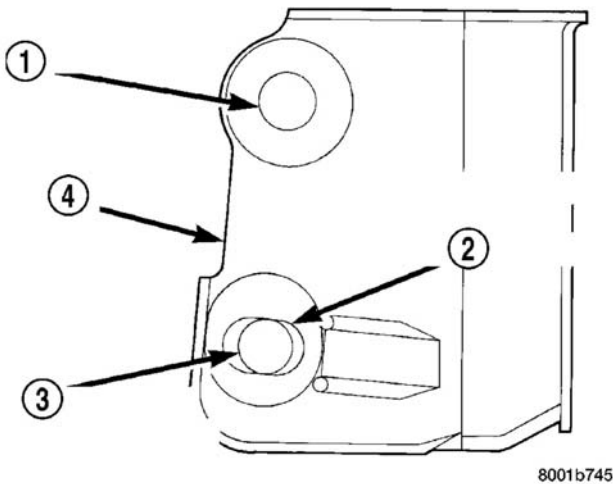

图 8 滑柱 U 形支架螺栓孔研磨区
**注意：当在滑柱 U 形支架的底部连接孔上扩孔时，不要将孔扩大到超出滑柱 U 形支架侧面上的标记（图 8）。**
(4) 使用合适的研磨机和砂轮，在滑柱 U 形支架的两侧对底部孔进行扩孔（图 8）。